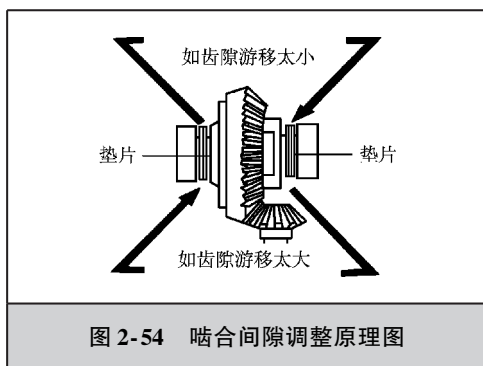

图 2-54 啮合间隙调整原理图
5) 若啮合间隙不符合要求, 应通过左、右移动差速器壳两端的调整垫片 (其目的是左、右移动从动锥齿轮的安装位置) 来调整减速器主、从动锥齿轮的啮合间隙。调整原理, 如图 2-54 所示。要求两端调整垫片总厚度不变, 以防改变轴承预紧度。